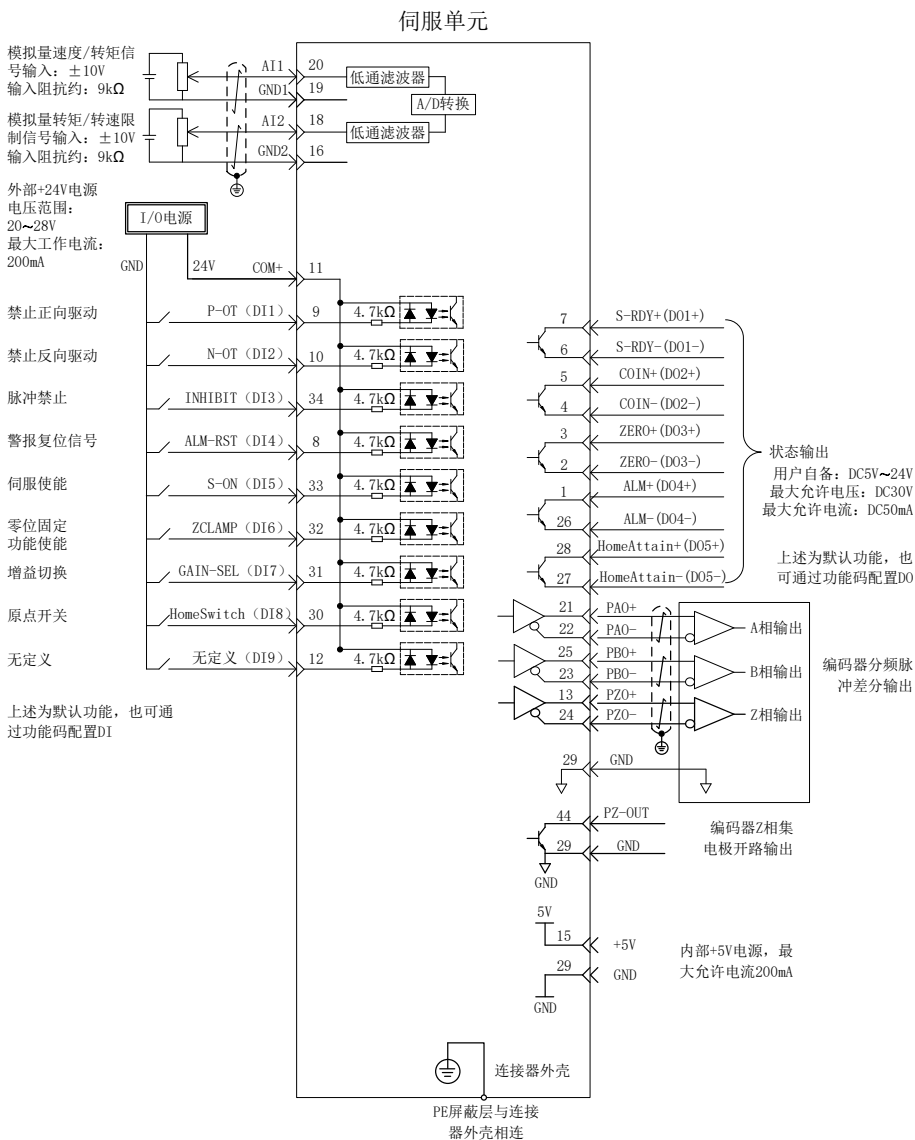

图 4-6 速度模式配线图
3. 参考图 4-6 配线说明连接 CN2 端子中必要的 DI/DO 信号及模拟量速度指令。